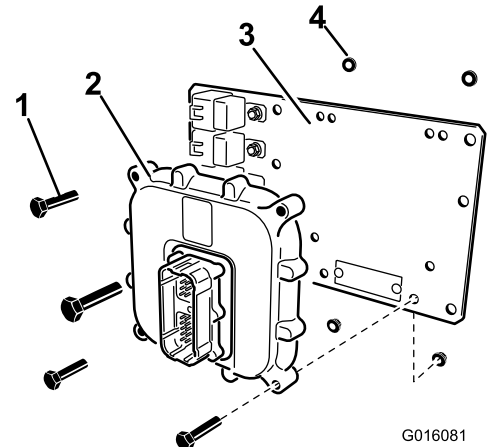

図 13
3. ECU を取り付けプレートに取り付ける；ボルト (1/4 x 1-1/4 inch) 4 本とロックナット (1/4 インチ) 4 個を使用する (図 13)。